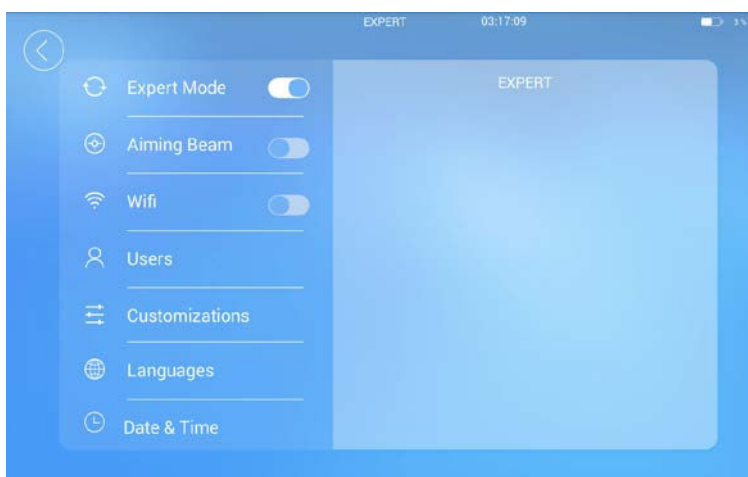

Рис.7.1 Интерфейс настройки параметров
7.1.2 Режим направления: регулирует яркость луча индикатора с помощью функции регулировки яркости в 5 уровнях (Рис. 7.1);